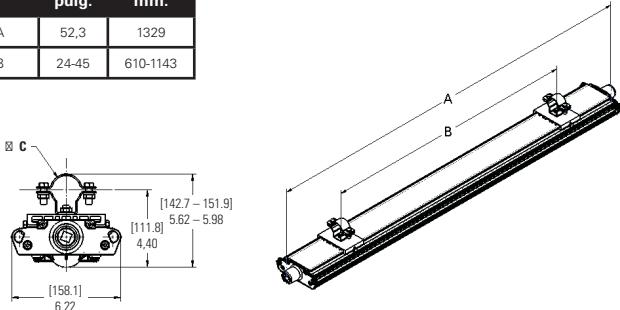

Imagen 8. KIT PM - Instalación del montaje en poste
3. Los soportes del montaje en poste pueden estar espaciados según sea necesario, se recomienda mantenerlos por lo menos a 12" (305 mm) de distancia (ver Imagen 8).
4. Deslice los dos (2) soportes de montaje en poste en el dispositivo, acoplando la brida en la parte superior del dispositivo.